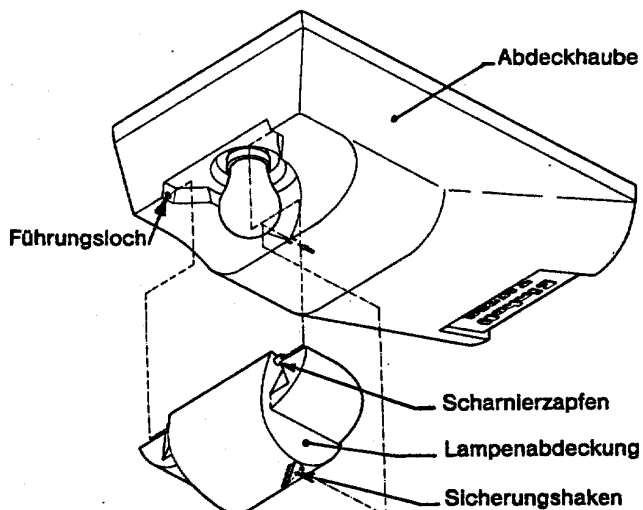

Bild 35
6.8.) Lampenabdeckung an Abdeckhaube montieren. Dazu Lampenabdeckung in Offen-Lage halten und einen Scharnierzapfen ganz in das entsprechende Loch der Abdeckhaube einstecken, dann zweiten Zapfen mit Druck in das Führungsloch einrasten und anschließend durch Eindrücken des Sicherungshaken in die Abdeckhaube die Lampenabdeckung schließen (Bild 35).